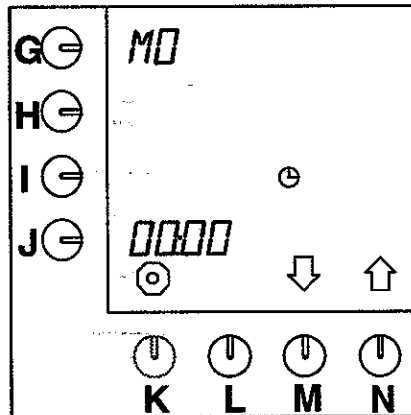

Fig. 30 Aktuelle dato og klokkeslæt
- Tryk på valgknappen (N.)↑, indtil fig. 30 vises i displayet.
- Timeindstillingen ved siden af programmeringsknappen begynder at blinke (fig. 30).